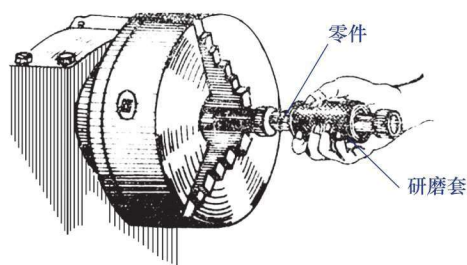

图2 外圆研磨
3.12 将调整好直径的研磨套套在工件上，用手握住研磨套沿轴线方向做往复运动（见图2），使磨料均匀地对工件表面进行磨削。 ★注意：使工件均匀受压研磨一段时间后，应将工件调转 90° 或 180° 再进行研磨，这样能使轴得到更准确的几何形状，同时，研磨套的磨耗也比较均匀